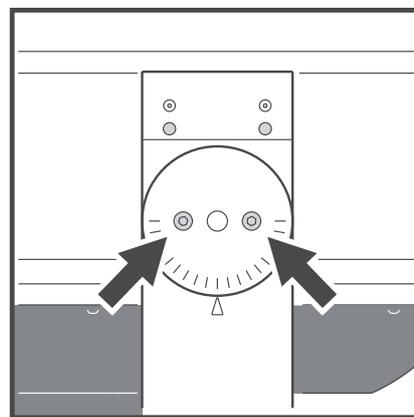

Figura 16: Parafusos de bloqueio de inclinação
1. Apoie a luminária para garantir que ela não poderá inclinar inesperadamente sob seu próprio peso. Veja a Figura 16. Solte os parafusos do bloqueio de inclinação de cada lado da armação de montagem.